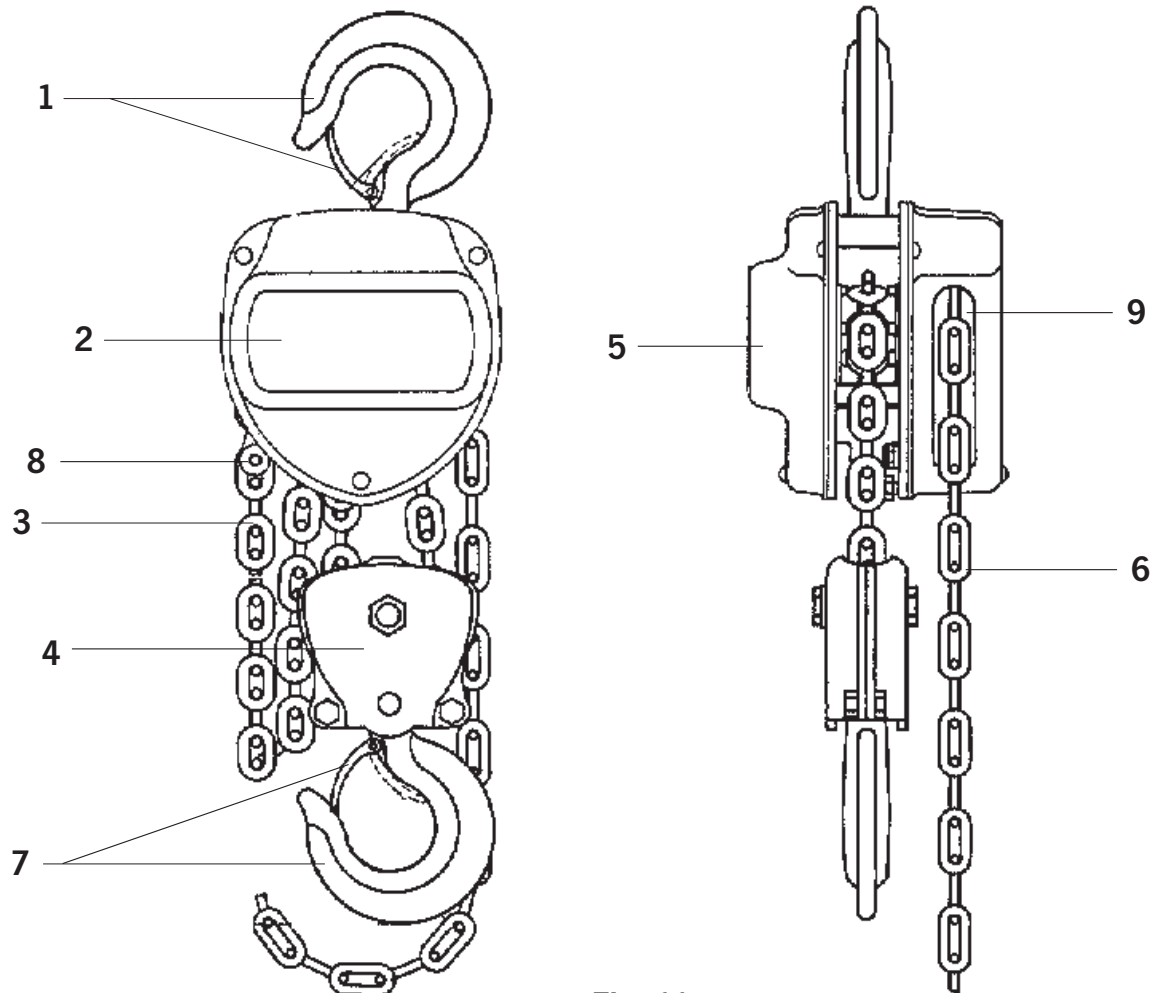

Fig. 11
- Non utilizzare il ferma catena come normali fine corsa (Fig. 11);
Il ferma catena deve essere collegato all'estremità libera della catena (Fig. 11).
Tirate la catena di manovra (Fig. 11) in direzione oraria per sollevare il carico. Il carico deve essere ben vincolato e opportunamente agganciato. Non bisogna mai attaccare il carico al becco del gancio (Fig. 8). La stessa cosa vale anche per il gancio di sospensione.
Tirate la catena di manovra (Fig. 11) in direzione antioraria per abbassare il carico.